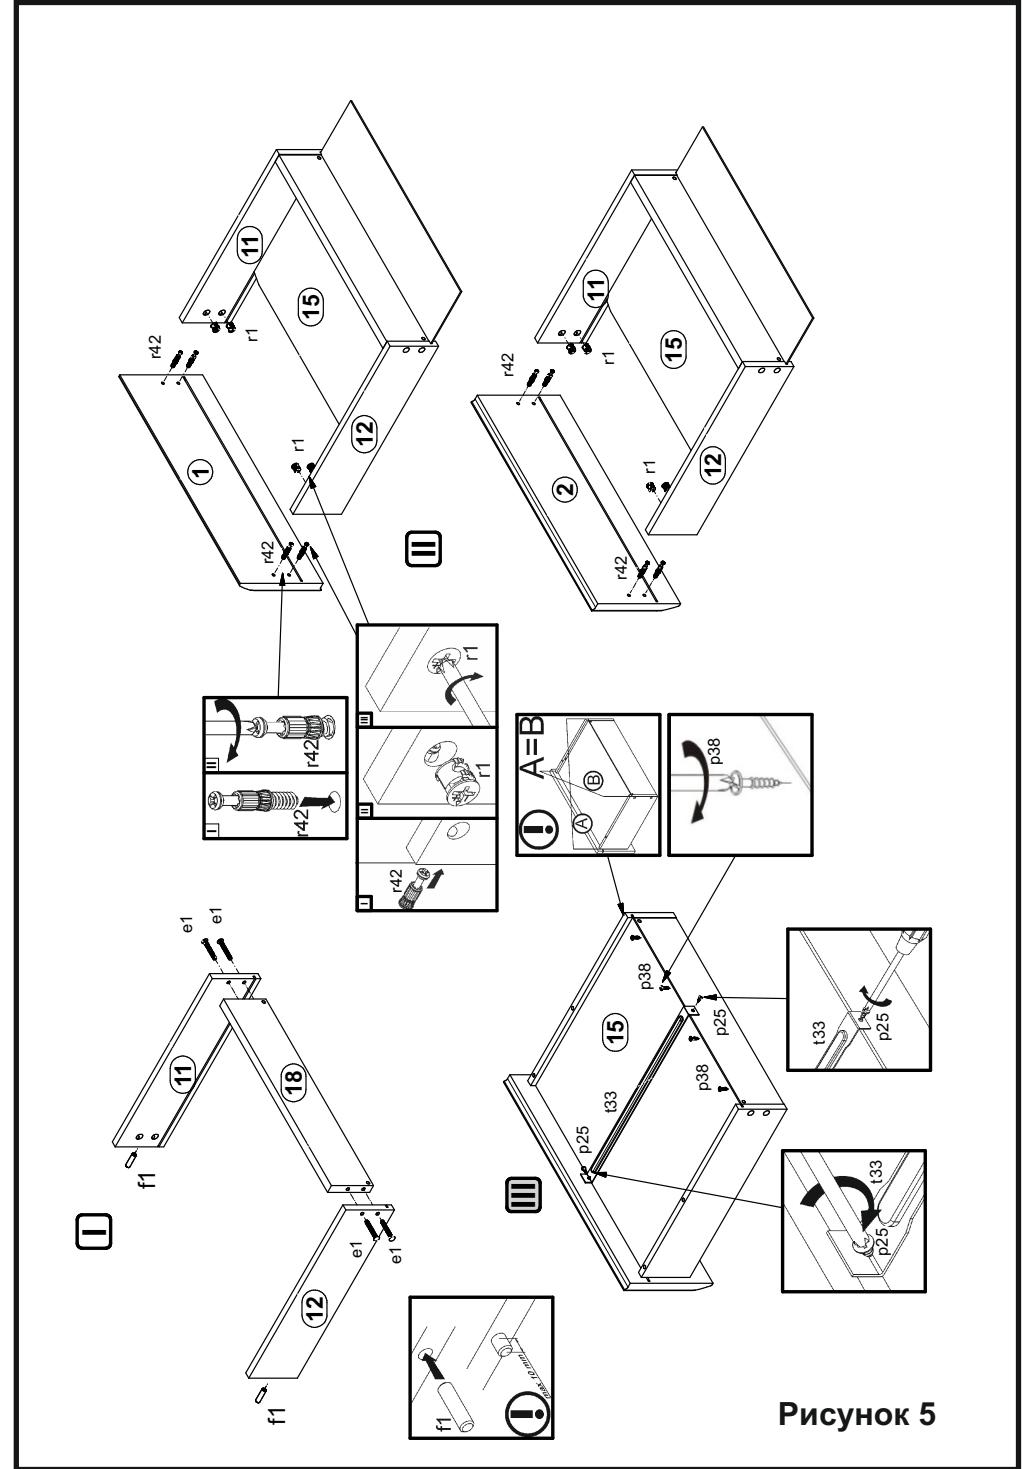

Рисунок 5
- В отверстия Ø8 мм на передних кромках стенок боковых ящиков 11, 12 вбить деревянные шканты f1 (см. рис. 5).
- В отверстия Ø15 мм на внутренних поверхностях стенок боковых ящиков 11, 12 вставить стяжки эксцентриковые r1 (см. рис. 5).
- Соединить детали 11, 12, 18 с помощью конформатов e1, пользуясь ключом z1, вставить в пропилы на боковых и задних стенах собранных корпусов ящиков дно ящика 15 (см. рис. 5).
- В отверстия Ø5 мм на внутренних поверхностях панелей ящиков 2, 1 вкрутить винты стяжки r42 (см. рис. 5).
- Соединить панели ящиков 2, 1 с корпусами ящиков при помощи шкантов f1 и винтов стяжек r42 и затянуть эксцентриковые стяжки r1 при помощи отвертки. Закрыть стяжки эксцентриковые r1 на стенах боковых ящиков 11, 12 заглушками s2 (см. рис. 5).
- Перевернуть ящики дном вверх и зафиксировать дно ящика 15 с помощью фиксатора дна ящика t33 и шурупов p25 (см. рис. 5).